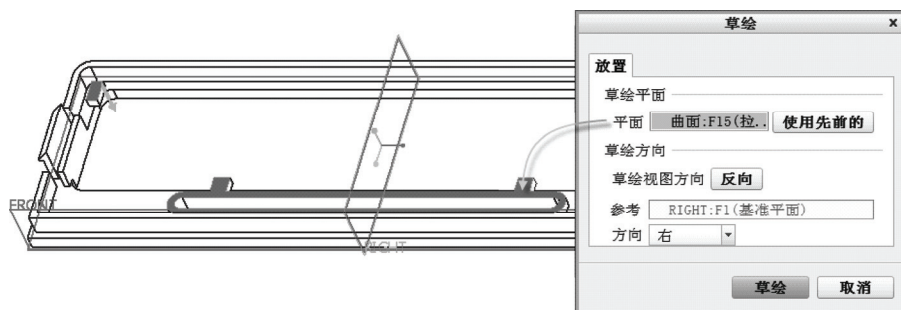

图 12-55 指定草绘平面及草绘方向
- 3) 指定草绘平面及草绘方向，如图 12-55 所示，然后在“草绘”对话框中单击“草绘”按钮，进入草绘模式。